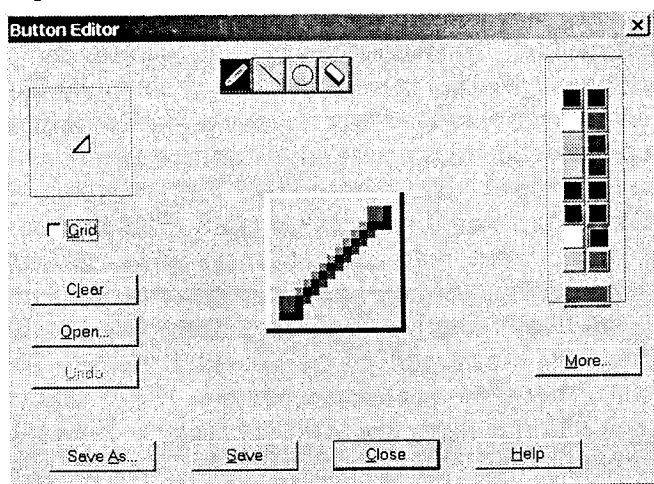

Рис. 19.14
Поле **Button Image** містить збільшену піктограму вибраної кнопки. Нижче неї знаходиться кнопка **Edit**, за допомогою якої викликається діалогове вікно **Button Editor** (рис. 19.14). Це вікно надає інтерфейс для створення та редагування піктограм кнопок. Під кнопкою **Edit** розміщується список усіх доступних піктограм (**List of Button Images**). З нього можна вибрати піктограму для заміни тієї, що призначена кнопці у поточний момент.
- Кнопкою **Edit** відкрити діалогове вікно **Button Editor** (див. рис. 19.14). За допомогою інструментів цього вікна створити піктограму кнопки. Створене зображення зберегти кнопкою **Save** та закрити вікно.